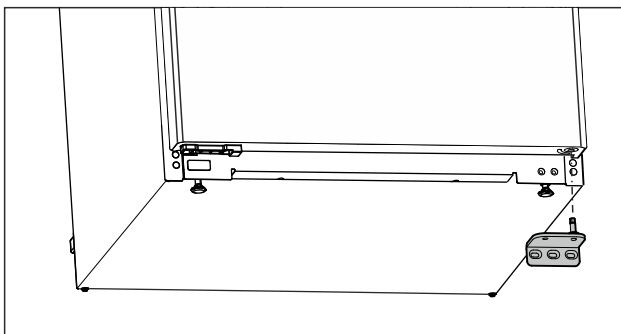

Fig. 16
- ▶ Desmontar el soporte del cojinete hacia abajo. (consulte Fig. 16)